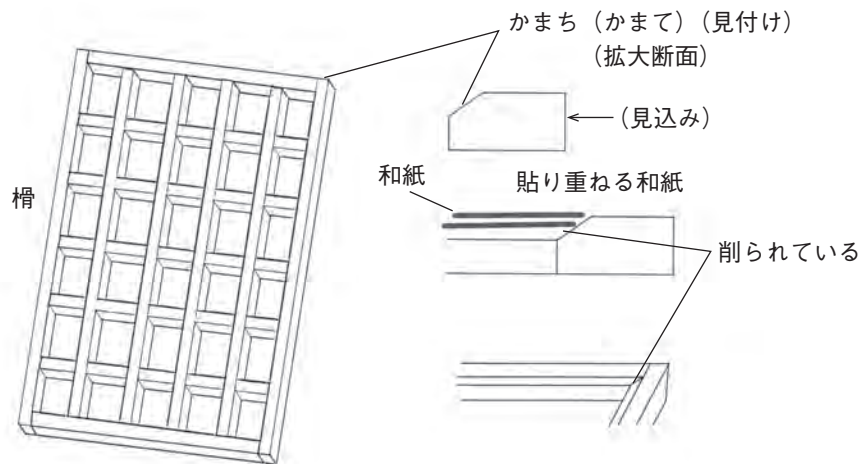

図1 屏風について
- ・ 棧を組子に成形したものを櫓という（図1）。
パネル構造の一番外側縁の表面内側 1.5cm ほどに楯を削りわずかな傾きが付いた面を「かまち」と呼ぶ（図1参照）が、その部分まで貼り、楯締めを行う。